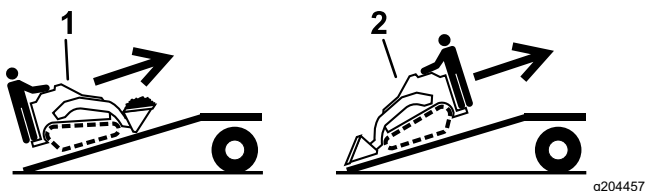

Figura 28
5. Caricate la macchina sul rimorchio con l'estremità più pesante sulla rampa, trasportando i carichi verso il basso (**Figura 28**).